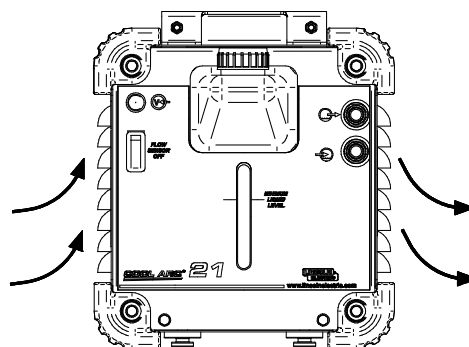

Рис. 4.
9. Вентиляционные отверстия: Обеспечивают необходимую циркуляцию при воздушном охлаждении (Рисунок 4).